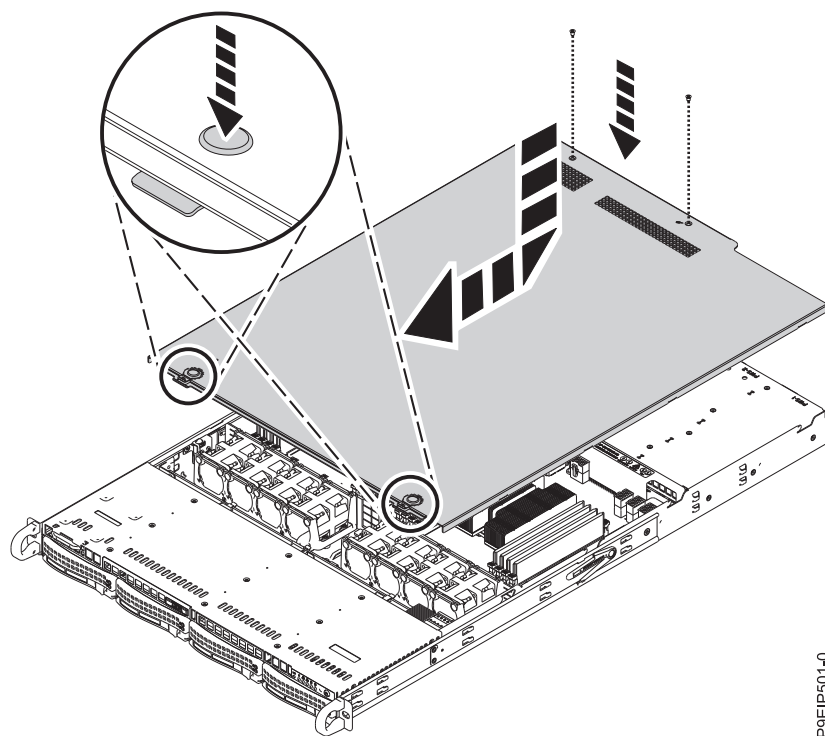

Figure 78. Remise en place et sécurisation du capot
2. Faites glisser le capot vers l'avant jusqu'à ce qu'il s'encastre, comme indiqué dans la figure 78, à la page 91.